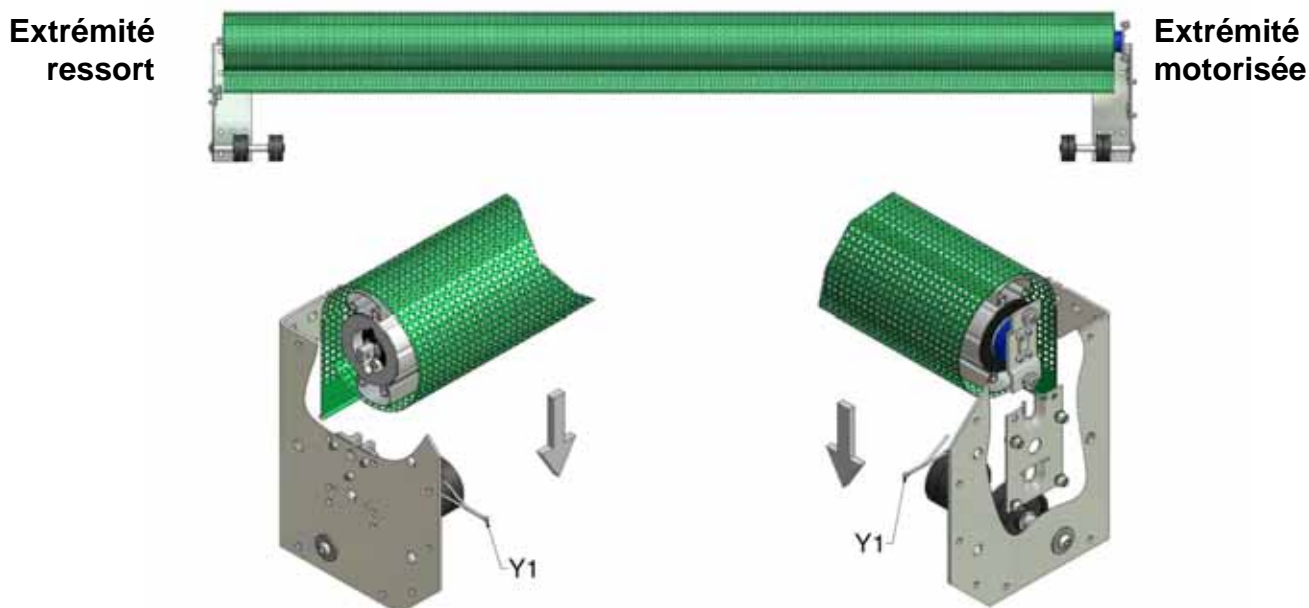

Figure 7, placer le tube supérieur dans les supports (l'illustration représente un entraînement à droite)
6. Lorsque vous levez l'ensemble de rouleau sur les supports supérieurs, assurez-vous que l'arbre du ressort et les goupilles situées sur la tête du moteur glissent intégralement sur la base des supports (figure 7). Bloquez en place à l'aide des goupilles fendues M4 fournies (Y1) à chaque extrémité.